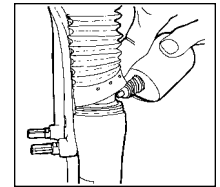

Fig. 3
1. Sortez les gaines de fourche des tubes inférieurs. Puis essuyez les surfaces externes, la zone du joint Resi-wiper et le tube supérieur. Appliquez 2 à 3 gouttes d'huile fortifiée au Téflon sur les tubes supérieurs, au niveau du Resi-wiper. Voir Fig. 3.